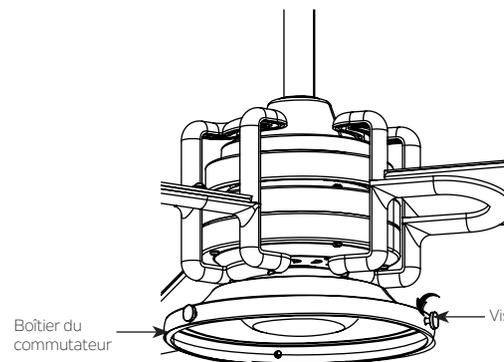

Fig. 22
Étape 3. Dévissez trois vis sur le boîtier du commutateur pour installer le verre. (Fig. 22)